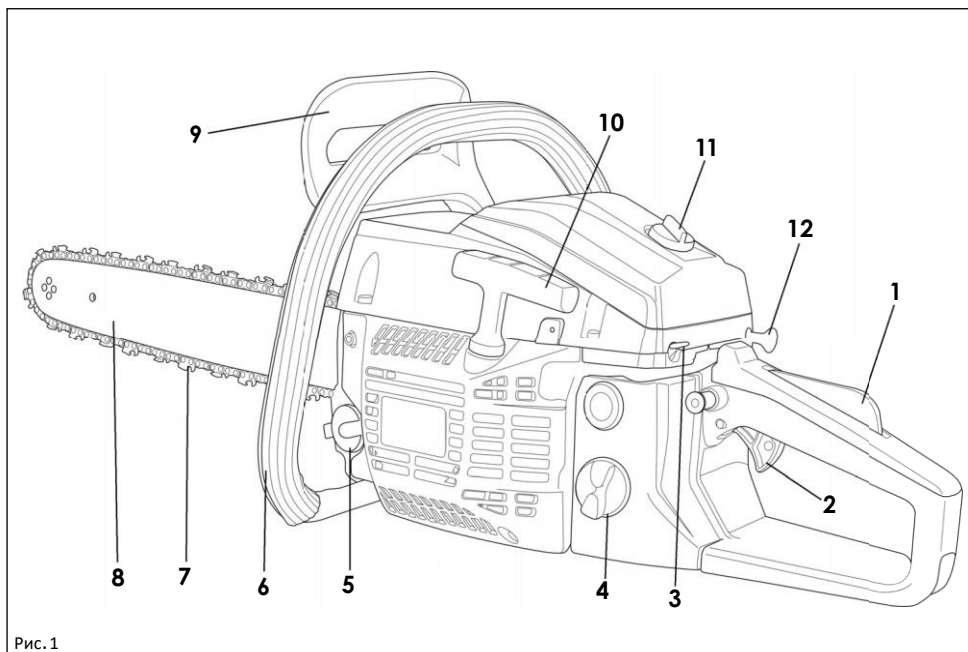

Рис. 1
Описание инструмента с приводом (см. Рис. 1)
✿ Ручка предохранительного тормоза (Рис. 1 полож. 10) должна быть отпущена (потяните ее по направлению к верхней рукоятке)
Цепной тормоз (Рис. 1, полож. 10)
- ✿ Потяните ручку тормоза (Рис. 1, полож. 10) вперед. Цепь должна остановиться немедленно.
- ✿ Если вам нужно выключить тормоз, потяните ручку тормоза в направлении верхней ручки (рис. 1, полож. 4) так, чтобы вы услышали характерный звук.